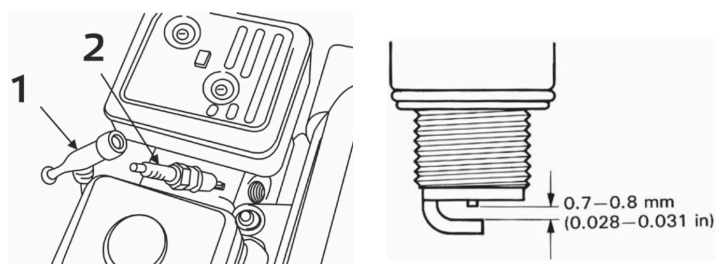

Рисунок 14
Снимите свечной наконечник (1) и вывинтите свечу зажигания (2) (см. Рисунок 14).